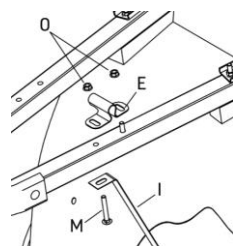

fig. 6
10. Fixez le support d'essieu (E) au-dessous du manche en utilisant le boulon de 8 x 75 mm inséré dans le trou le plus près de la cuve (fig. 6).
11. Insérez le deuxième boulon dans le trou du support de cuve du dessous (I) et ensuite dans le manche (en utilisant le trou le plus près du protège-roue) et finalement dans le support d'essieu (fig. 6).
12. Fixez sans serrer avec les écrous et les rondelles frein (fig. 6).